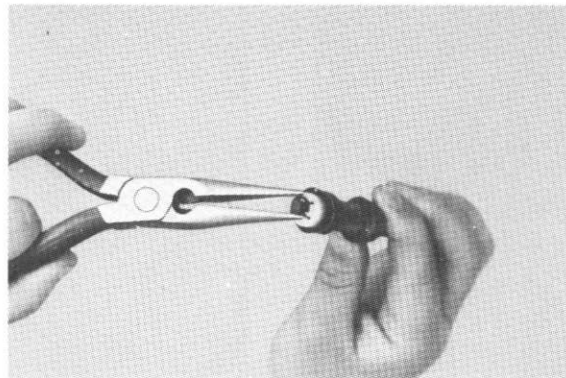

Fig. 45
- (c) Install the cup, retainer and E clip. (Fig. 45)
- (c) Installer la coupelle, la bague d'arrêt et le circlip en E. (Abb. 45)
- (c) Manschette, Spannring und E-Klemmring anbringen. (Abb. 45)